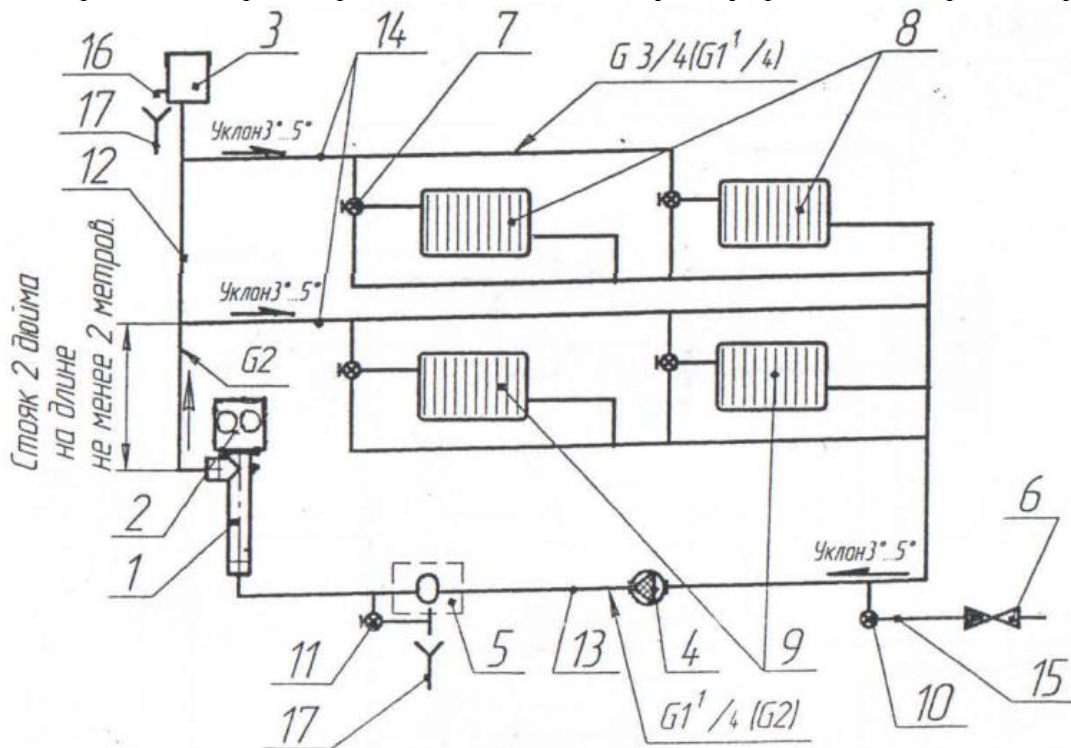

Рисунок 4. Пример схемы поэтажного отопления.
- ЭКСПЛУАТАЦИЯ ЭЛЕКТРОКОТЛА ПРИ ВЫСОТЕ ГЛАВНОГО ПОДАЮЩЕГО СТОЯКА (рис. 4 поз. 12) МЕНЕЕ ДВУХ МЕТРОВ И С УСЛОВНЫМ ПРОХОДОМ МЕНЕЕ ДВУХ ДЮЙМОВ;